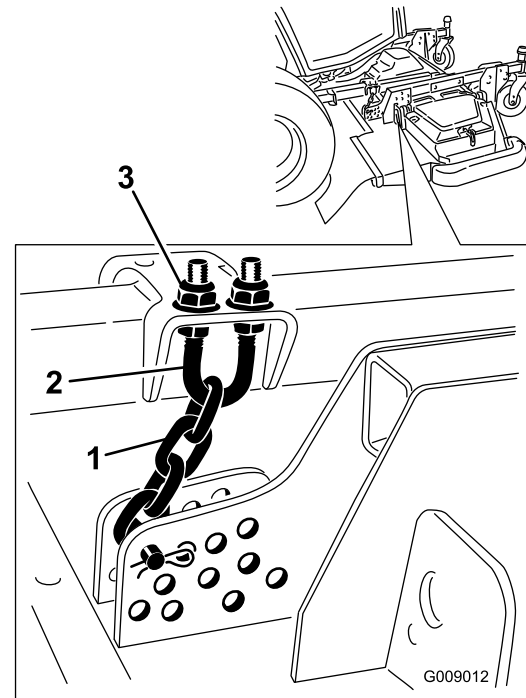

Figure 91
5. Desserrez les écrous de blocage en haut ou en bas de l'étrier fileté de la chaîne de hauteur de coupe (Figure 91).